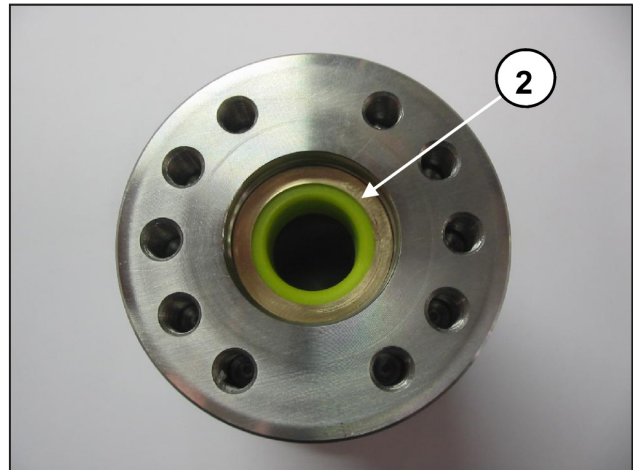
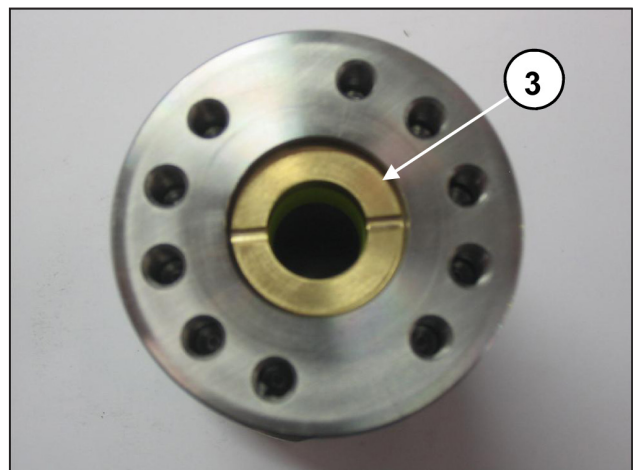
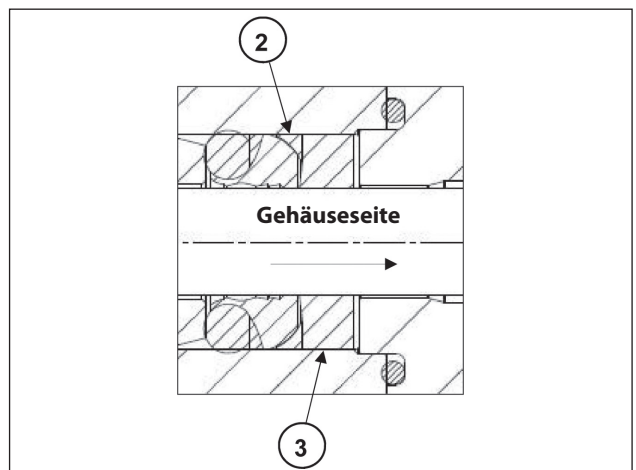

Abb. 41
Abb. 42
Abb. 43
- Setzen Sie den Stützring ② und die Dichtungshülse ③ wie in Abb. 41, Abb. 42, Abb. 43 gezeigt ein.
Führen Sie die Dichtungshülse ③ mit nach außen gerichteten Aussparungen (zur Gehäusesseite) gemäß Abb. 42 und Abb. 43 ein.